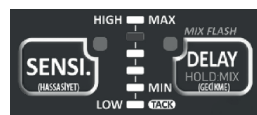

Рисунок 3
- Кратковременно нажмите и отпустите кнопку DELAY. В это время будет мигать индикатор DELAY. Кратковременно переместите кнопку DELAY, нажимая и отпуская ее до достижения желаемого уровня регулировки, и зафиксируйте ее, когда она достигнет желаемого уровня. Рисунок 3.
- Настройка чувствительности датчиков низкая (MIN) и высокая (MAX) Уровень можно отрегулировать на желаемом уровне. Отрегулированный уровень шага будет отображаться на светодиодном экране. Кратковременно нажмите кнопку SENSI до желаемого уровня настройки. Перемещайте его, нажимая и отпуская, и зафиксируйте, когда он достигнет нужного уровня. Рисунок 3.